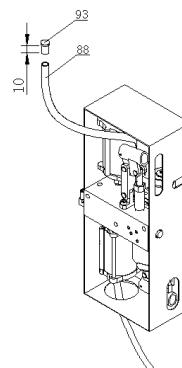

Bild 2
Entfernen Sie den Stopfen (93) in der Ölleitung (88), durch abschneiden des Ölschlauch mit dem Stopfen ca. 10mm lang ab. (siehe Bild 2).